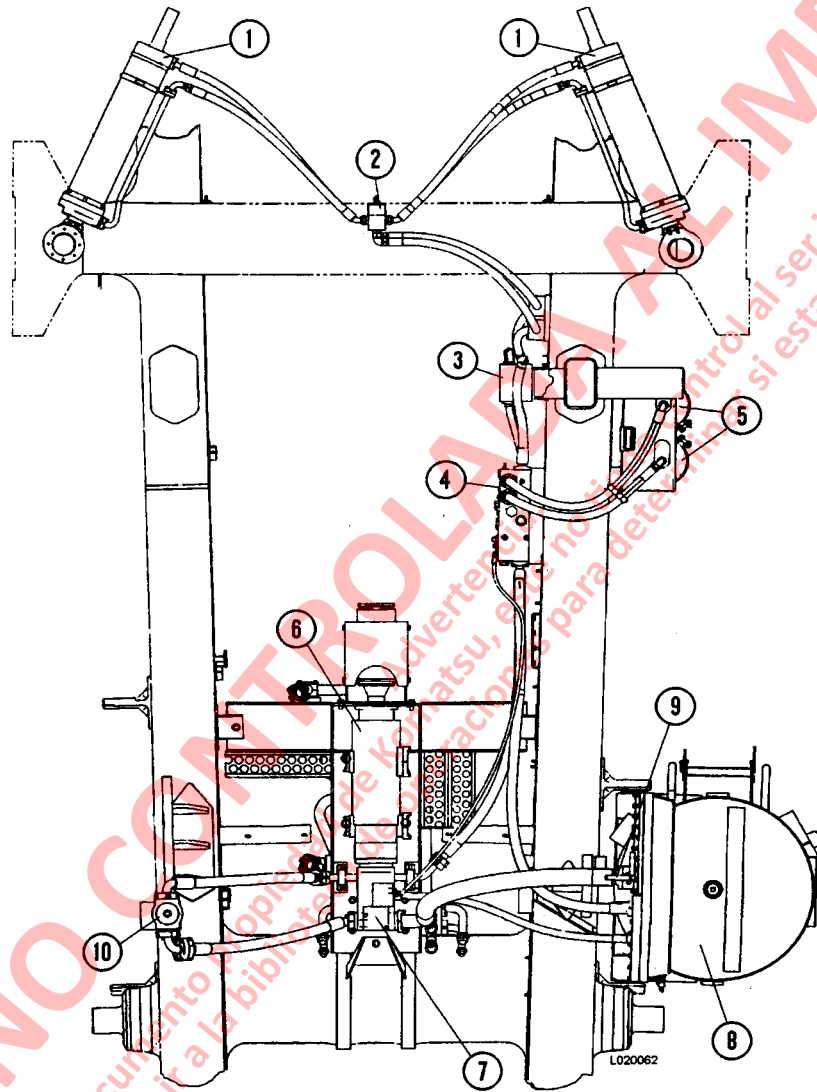
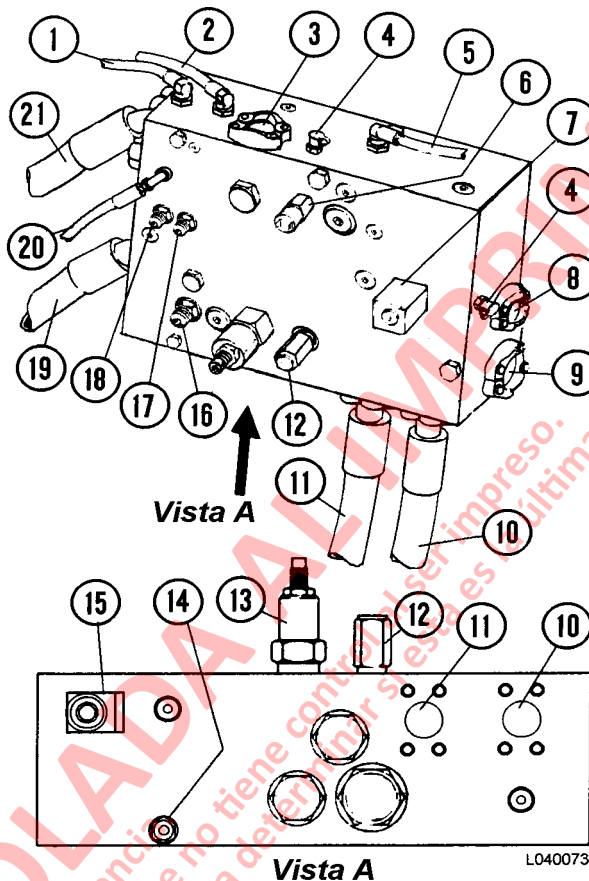
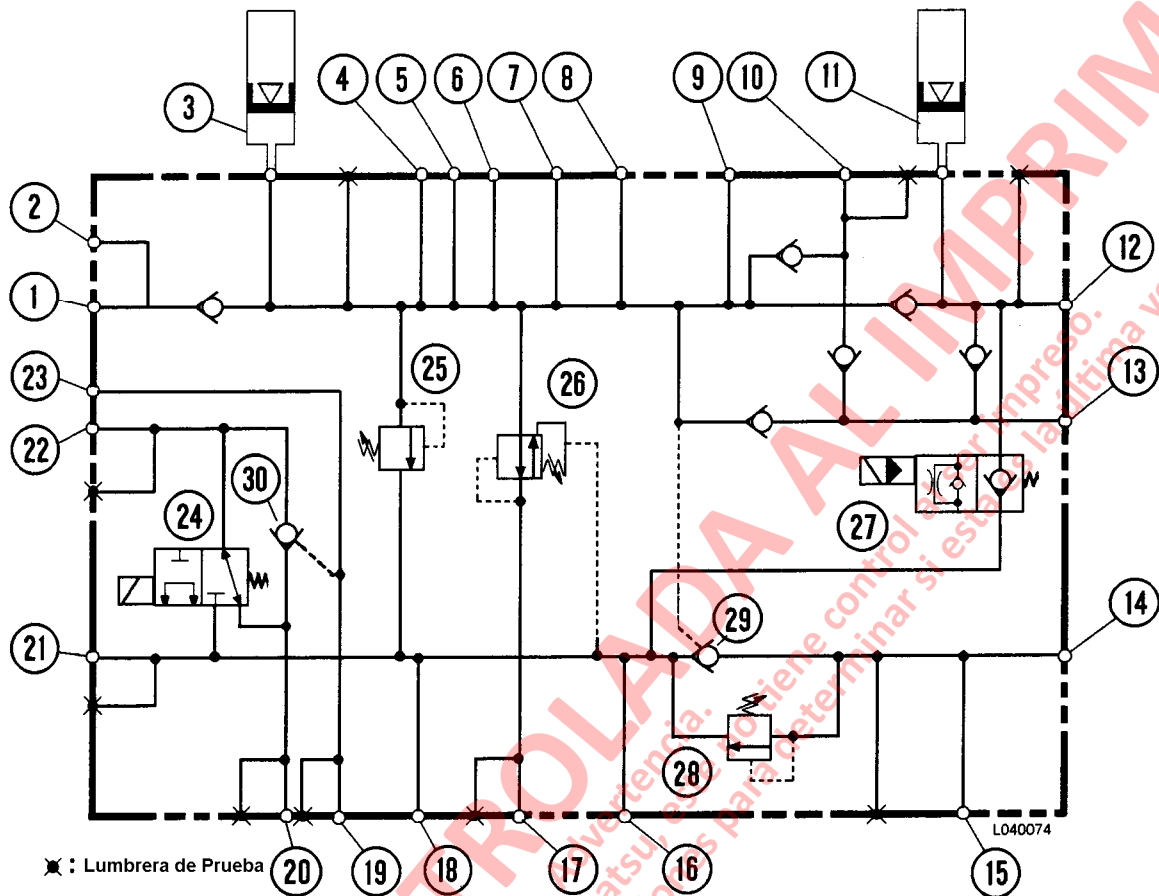

FIGURA 4-1. COMPONENTES DEL SISTEMA DE LA DIRECCION (Vista Inferior)
FIGURA 4-3. MULTIPLE DE PURGA
FIGURA 4-4. ESQUEMA DEL MULTIPLE DE PURGA
La bomba de frenos/dirección (7, Figura 4-1) suministra aceite al múltiple de purga (4) después de pasar a través de un filtro de alta presión (10). Si se tapa el elemento del filtro, se activa un indicador de advertencia a 40 psi (276 kPa) y el aceite derivará el elemento a 50 psi (345 kPa).
La válvula del múltiple de purga (4, Figura 4-1) está ubicada dentro del riel izquierdo del chasis, justo detrás del amplificador de flujo. La válvula de purga está equipada con los siguientes componentes principales del circuito como se muestra en la Figura 4-3:
- Interruptor de presión de la dirección (6)
- Válvula de solenoide de purga del acumulador de dirección (7)
- Válvula de alivio de 600 psi (4.1 MPa) (12)
- Válvula de alivio de 4000 psi (28.0 MPa) (13)
- Válvula de solenoide tolva arriba (15)
- Válvulas de retención operadas por piloto (vea Figura 4-4)
Cada vez que el interruptor de encendido se gira a la posición "Off", con el camión detenido, se energiza el solenoide de purga del sistema de dirección (7, Figura 4-3 y 27, Figura 4-4). Cuando se energiza el solenoide de purga, toda la presión de la dirección hidráulica, incluidos los acumuladores, es purgada de vuelta hacia el estanque hidráulico. Sin embargo, la presión de freno no purgará debido a las válvulas de retención internas en el múltiple de frenos y a la válvula de retención del múltiple de purga (vea diagrama).
Después de aproximadamente 90 segundos, el solenoide se desenergizará para cerrar la lumbrera de retorno al estanque. Para entonces, todo el aceite en los acumuladores se debe haber devuelto al estanque. En el arranque, el circuito de la dirección se cargará, incluyendo el circuito de frenos. La luz y la alarma de Baja Presión de la Dirección se encenderán hasta que la presión de la dirección alcance 2300 psi (15.9 MPa). Esto es controlado por el interruptor de presión de la dirección (6, Figura 4-3).
La válvula de retención operada por piloto (30, Figura 4-4) se abre por medio de la línea de presión piloto desenergizada (19) para permitir que el aceite en la lumbrera de elevación se derive al solenoide de límite de tolva arriba (24) para la operación inicial de desenergización mientras el solenoide es activado por el interruptor de límite de elevación.
Los acumuladores (5, Figura 4-1) son de tipo pistón flotante. La parte superior de los acumuladores se carga a 1400 psi (9.7 MPa) con nitrógeno seco puro con el pistón abajo.
El filtro de alta presión (10, Figura 4-1) filtra el aceite para los circuitos de la dirección y freno.
El suministro externo se conecta a la lumbrera 13, Figura 4-4 y el retorno se conecta a la lumbrera 15. Esta función sólo se debe usar en caso de emergencia para permitir que el camión vuelva al taller para servicio o para sacar el camión del camino.